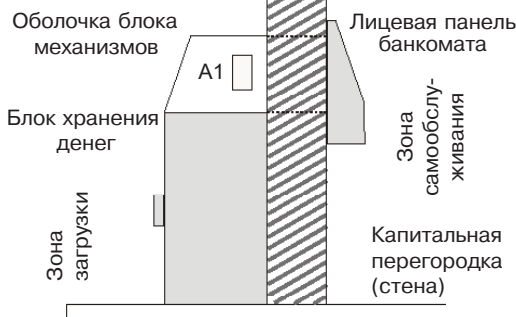

Рисунок 41 – Защита банкомата
2.5.7.1.5 При установке извещателя на блок механизмов банкомата (рисунок 41) или на металлический шкаф необходимо просверлить в боковой стенке два отверстия и, нарезав резьбу М4, закрепить извещатель винтами М4.